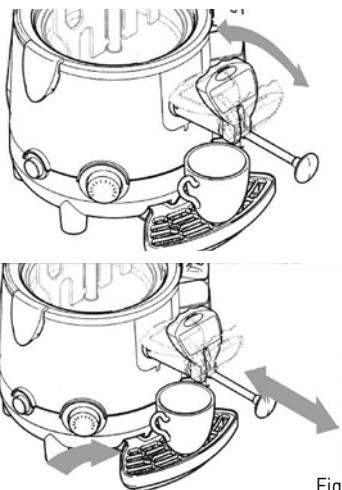

Fig. 1
- Jeśli gorąca czekolada nalewana jest zbyt wolno, zaleca się maksymalnie wychylić dźwignię; aby usunąć zatory w dozowniku, należy kilkakrotnie pociągnąć i popchnąć dźwignię do siebie i od siebie, bez wyłączania urządzenia (patrz: Rys. 1).